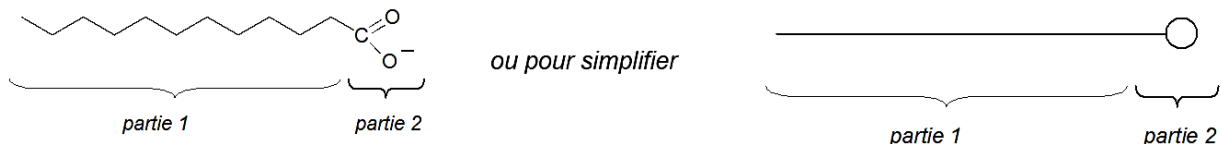

Figure 4. Représentations schématiques de l'ion oléate
3.1 Caractériser les parties 1 et 2 des schémas de l'ion de la figure 4 à l'aide du vocabulaire suivant : hydrophile, hydrophobe, lipophile, lipophobe.